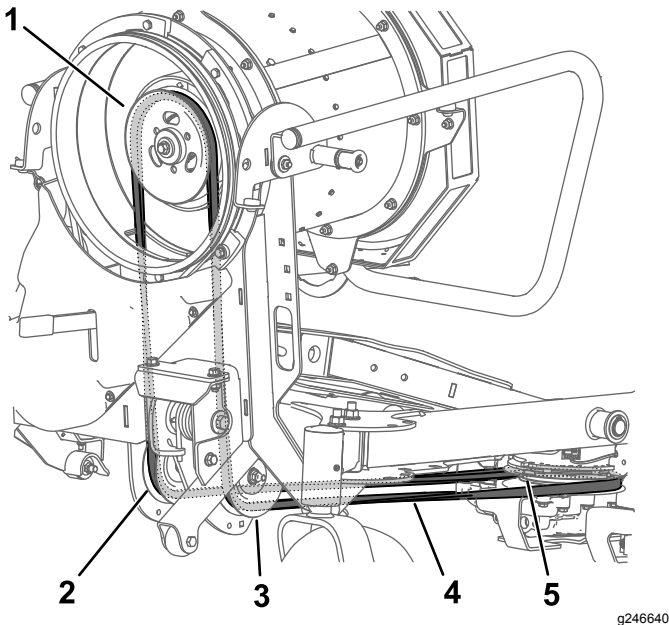

Figura 31
6. Retire la correa de la polea del ventilador (Figura 31).
7. Enrute la correa hacia abajo a través del conjunto del adaptador de la transmisión, alrededor de las poleas tensoras, y alrededor de la polea del embrague (Figura 31). Asegúrese de que la correa está asentada correctamente en las ranuras de las poleas.